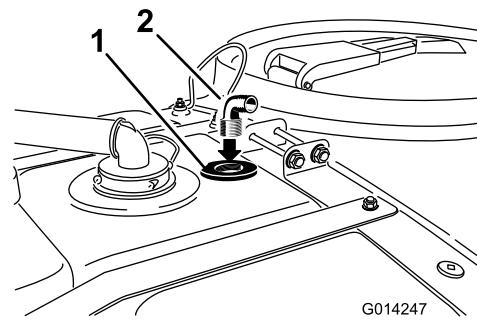

Figura 16
4. Instale el acoplamiento de 90° en el orificio roscado del pasamuros de la boquilla de enjuague (Figura 16).